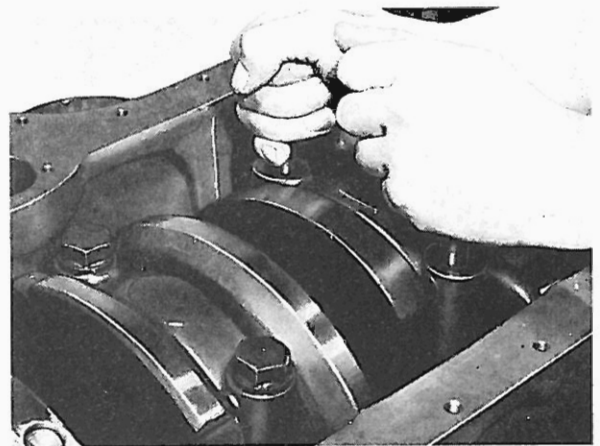

Bild 1
- 16 Hauptlagerschrauben herausdrehen und mit Hauptlagerdeckel abnehmen (Bild 1).